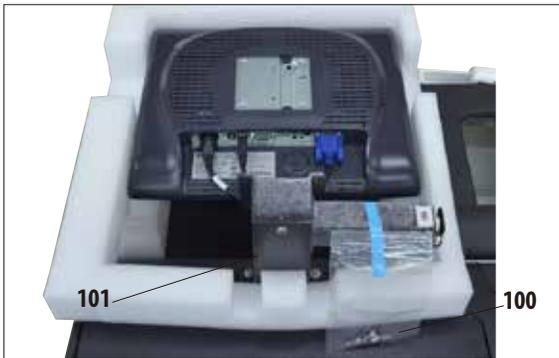

Abb. 13
- An der Rückseite der Konsole (101) ist eine kleinen Plastiktüte befestigt, die vier Schrauben mit passenden Unterlegscheiben (100) enthält (Abb. 13). Ein passender Innensechskantschlüssel SW 3 (104, Abb. 16) ist ebenfalls im Lieferumfang enthalten.